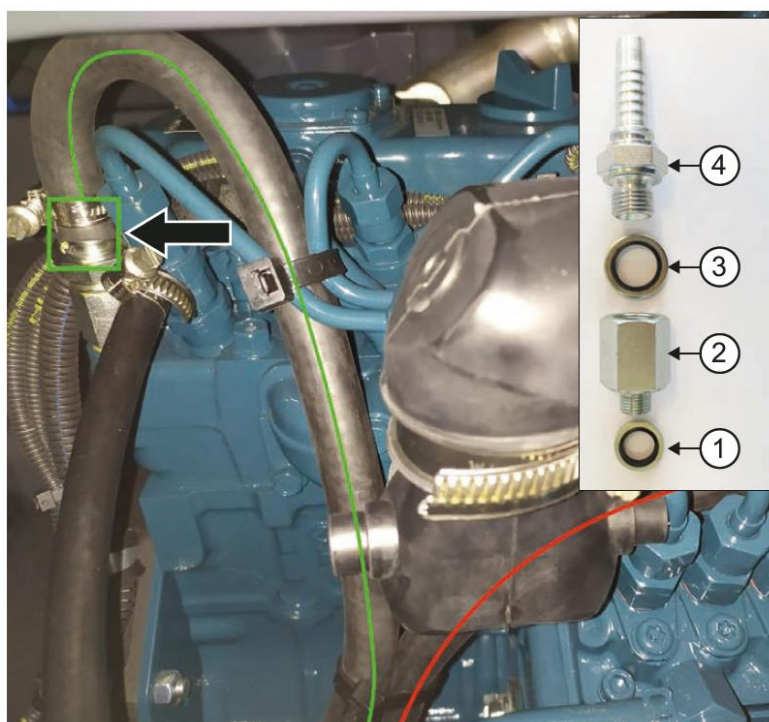

РИС.13
Присоедините ниппель (4) через резинометаллическую шайбу 1/4" (3) к фитингу. Наденьте шланг на ниппель и зафиксируйте его при помощи стального хомута (РИС.13)